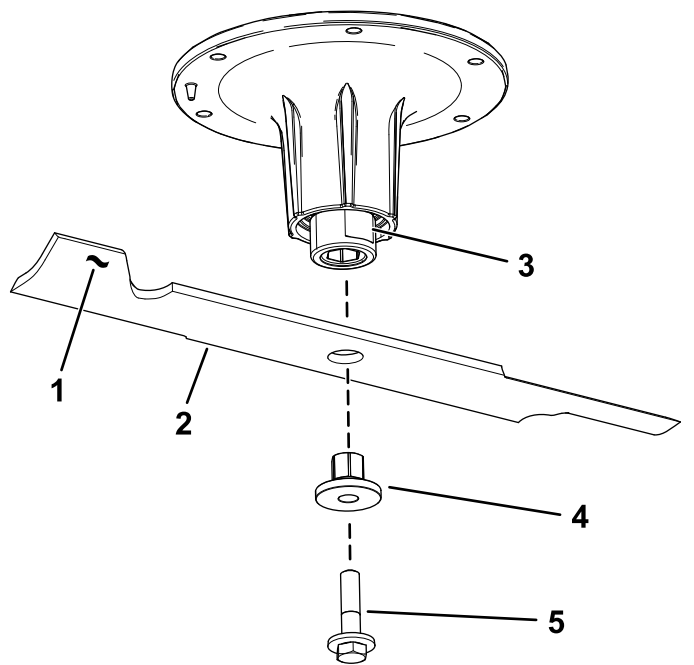

Figura 72
2. Retire el perno de la cuchilla, el buje y la cuchilla del eje (Figura 72).